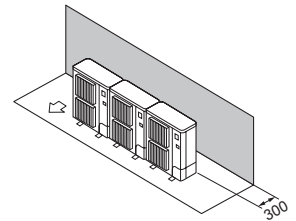

Fig. 2-13
- ① Obstáculos sólo en la parte trasera (Fig. 2-13)